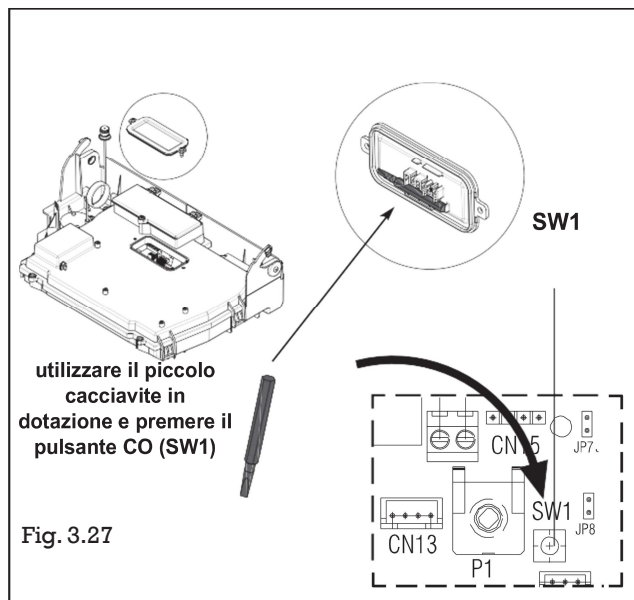

Fig. 3.27
- premere sul tasto CO (SW1 – Fig.3.27).
- rimuovere il coperchio ispezione parti elettriche svitando le 2 viti per accedere al tasto CO (Fig. 3.27)
- premere sul tasto CO (SW1 – Fig.3.27) utilizzare il piccolo cacciavite in dotazione per validare e passare al paramentro successivo.
- premere una volta sul tasto CO (SW1) (fig.3.27) e attendere l'accensione del bruciatore: compare sul display **A CO**. La caldaia funziona per 15 minuti alla potenza massima riscaldamento